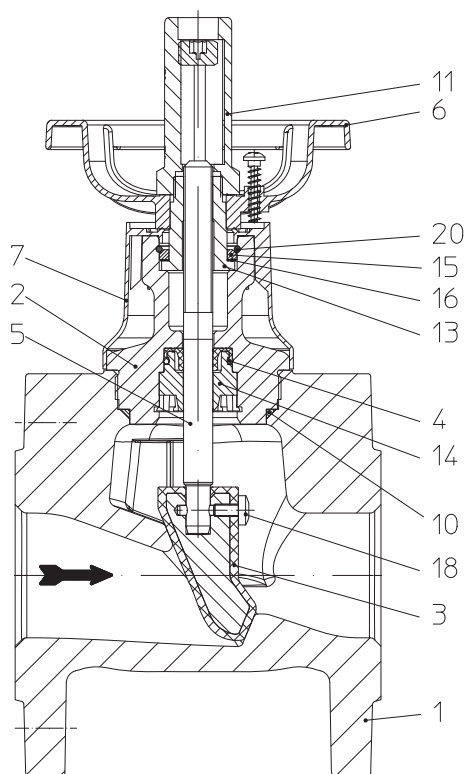
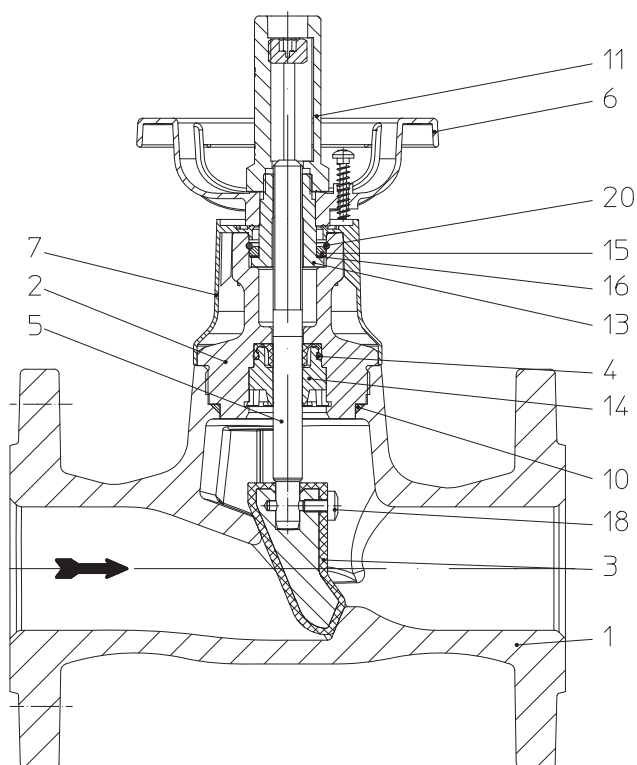

Fig. 1: EURO-WEDI Longitud útil FTF-14
Fig. 4: EURO-WEDI Longitud útil FTF-1
Asiento (pos.1.2) / cono (pos.3) estropeados por cuerpos extraños (Fig. 1 - Fig. 4)	Cambiar la robinetería, pregunte a su proveedor/fabricante